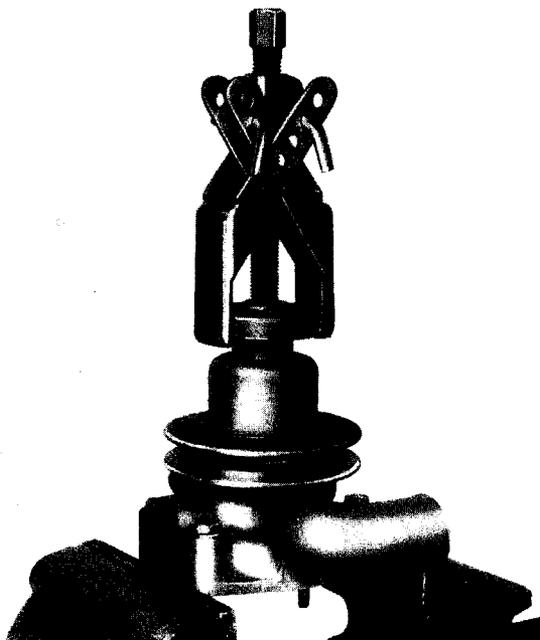

Fig. 2
- 2° Arracher la poulie avec un extracteur (fig. 2) et recueillir les vis de fixation de la pompe.